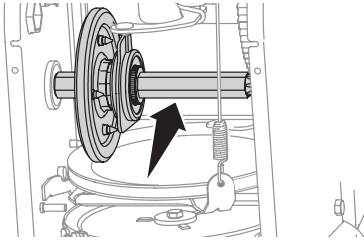

Figura 83
4. Aplique una capa ligera de compuesto Bostik Regular Grade Never-Seez® al eje hexagonal (Figura 83).